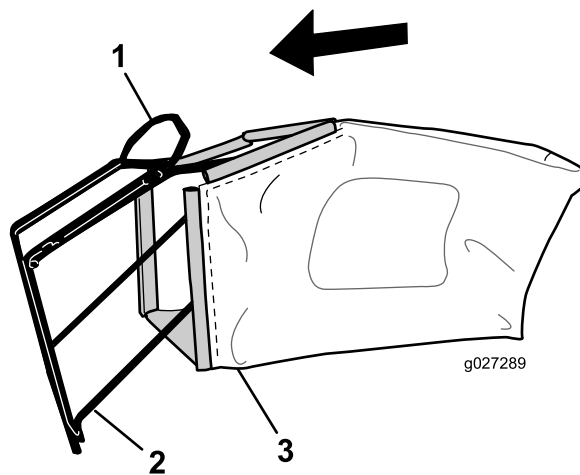

Figura 9
1. Glisați sacul pentru iarbă pe cadru, în modul prezentat în Figura 9.
Notă: Nu glisați sacul peste mâner (Figura 9).